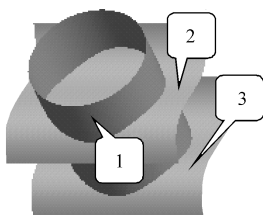
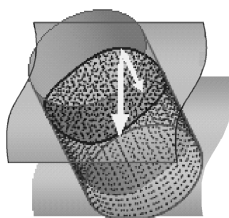

图 8-94 原模型
图 8-95 合并曲面
(1) 打开文件“liti8-13.prt”, 如图 8-94 所示。
(2) 在图形区选取曲面 1, 按住〈Ctrl〉键选择曲面 2。
(3) 选择菜单栏中的【编辑】|【合并】选项，模型如图 8-95 所示。